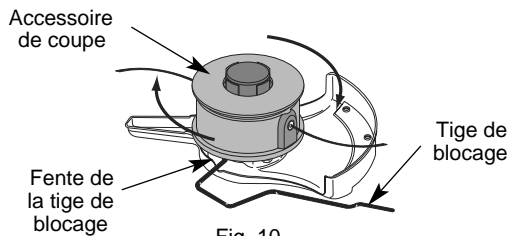

Fig. 10
3. Tout en tenant la tige de blocage, retirez l'accessoire de coupe de l'arbre de sortie en le tournant ^ droite (Fig. 10). Rangez l'accessoire de coupe pour un usage ultŽrieur.